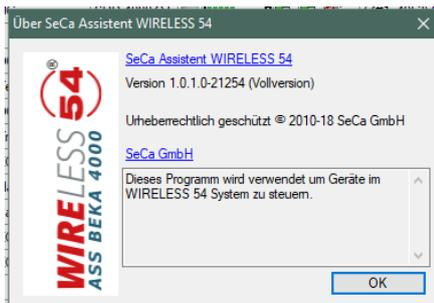

Abbildung 64: Hilfe Info
1. Wählen Sie dazu unter „Hinzufügen“ den Menüpunkt „Suchen...“. Es wird die Adresse des / der im Netzwerk verfügbaren Gateways angezeigt (s. Abb. 63). Die Adresse Ihres Gateways finden Sie auf dem Netzwerkport aufgedruckt (s. Abb. 64).
2. Bitte tragen Sie unter den allgemeinen Eigenschaften einen Namen für die Verbindung (z.B. SeCa Schulung), unter IP-Adresse die von außen zugängliche IP Adresse bzw. eine von außen zugängliche URL und die MAC-Adresse Ihres Gateways ein. Diese finden Sie auf dem Gateway aufgedruckt (s. Abb. 64). Falls für den Fernzugriff ein anderer als der voreingestellte Port 10001 verwendet werden soll, ändern Sie bitte den Eintrag Port (Zentrale) entsprechend.